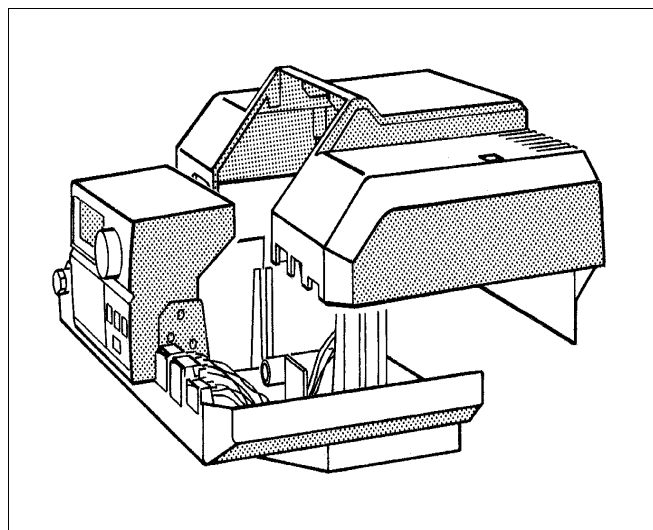

Fig. 23 Poser le couvercle de protection des bornes
- Poser le couvercle de protection des bornes et le visser sur l'appareil de régulation (fig. 23).